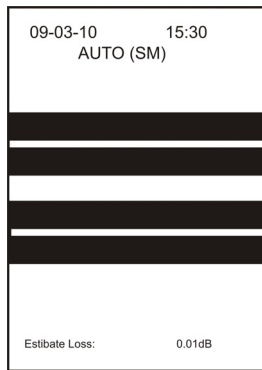

Figura 7.-
Después de realizar las operaciones 1) 2) correctamente, baje las pinzas de sujeción y cierre la cubierta y habrá finalizado la colocación de la fibra óptica. En este momento la pantalla muestra la imagen de la figura 7. La distancia radial entre las dos fibras ópticas debería ser menor que el radio (R) de la fibra a fin de ajustar el alineamiento. Si la distancia radial entre la fibra derecha e izquierda es demasiado grande y excede la escala de ajuste, la fusionadora no funcionará adecuadamente. En este caso los usuarios deberían reubicar la fibra o usar herramientas especiales para limpiar la suciedad de la ranura en V. Consulte apéndice E: Limpieza de la guía en V y la fibra.